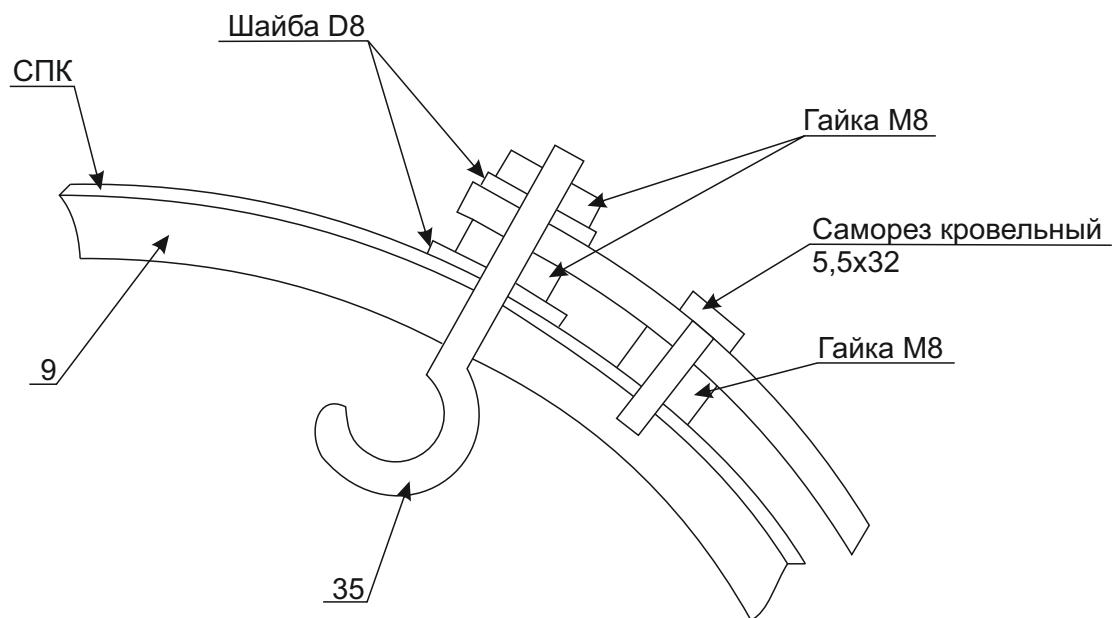

Рис. 24
4. Установить крышу на теплицу, совместив ролики с направляющими п.17,18. На центральной дуге со стороны лебёдки, с внутренней стороны крыши установить анкер-крюк М8 п.35 и зацепить за него трос лебёдки. Сверху на крюк-анкер установить рычаг п.26. и закрепить его гайкой М6 и саморезом кровельным 5,5x32 рис. 24.